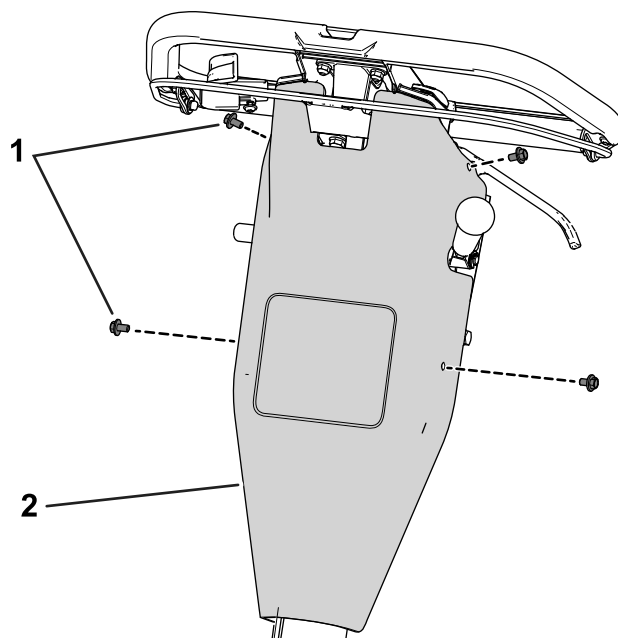

Figura 41
B. Retire a cobertura de controlo retirando os parafusos que fixam a cobertura de controlo ao painel posterior (Figura 41).